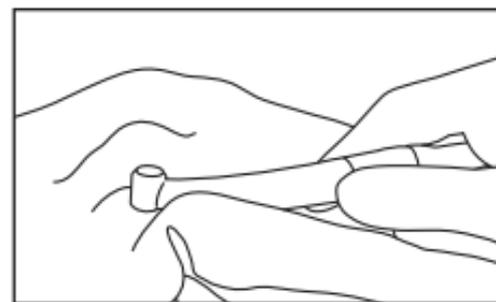

Fig. 11
- 3 Essuyez l'extérieur de la pièce à main et du moteur à l'aide d'un chiffon imbibé de désinfectant ou d'éthanol à une concentration de 60 à 90 % (Fig. 11).